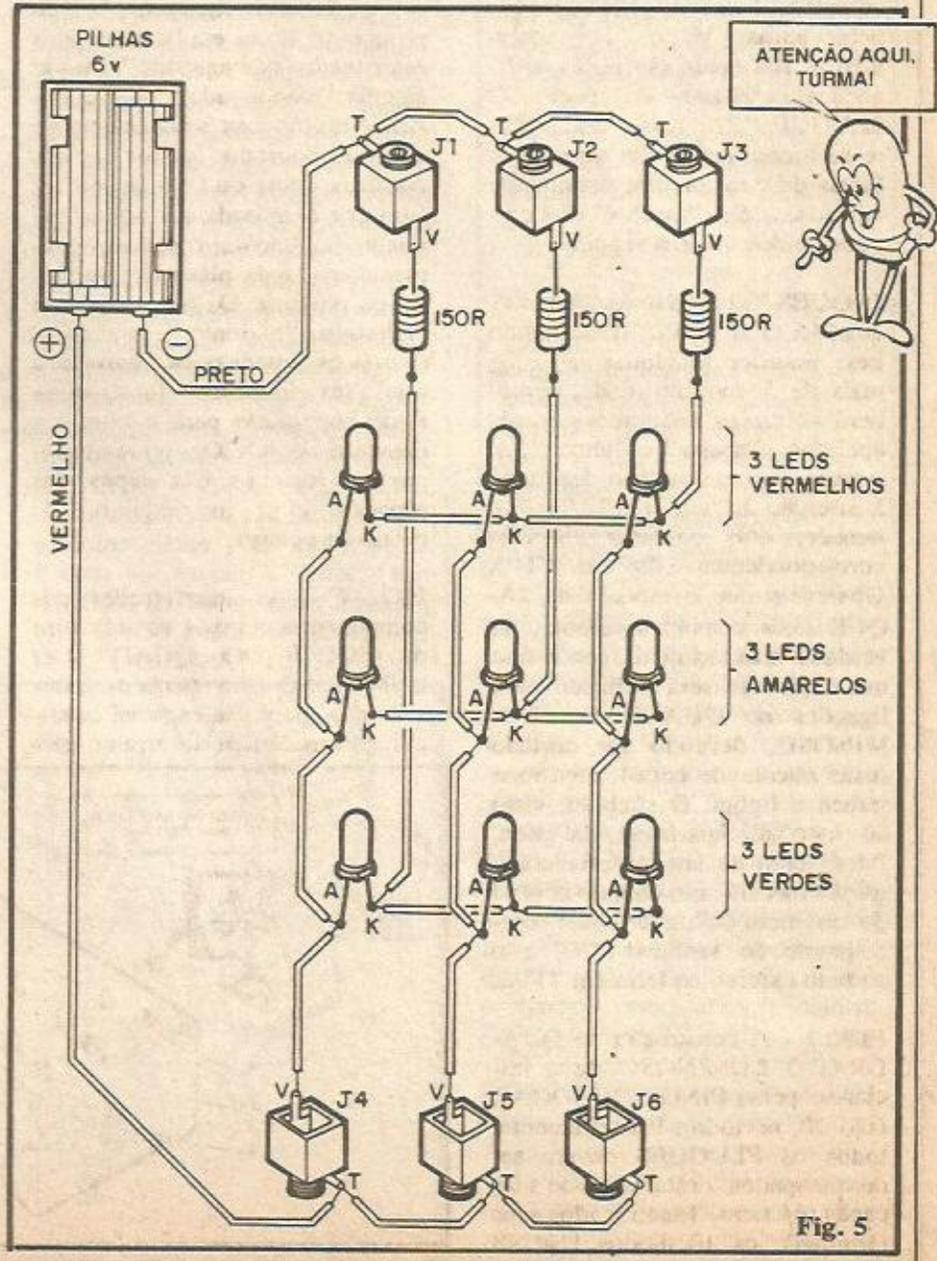

Fig. 5
- FIG. 5 - Diagrama das ligações do circuito, em "vista real" ("chapeado"). Não tem nada de difícil, só "pedindo" certa atenção... Notem que todas as peças estão nas mesmas posições respectivas (LEDs e jaques) mostradas na fig. anterior (4) e assim deve ser interpretada a "coisa" no momento das ligações soldadas. Todas as conexões são diretas, ponto a ponto, feitas com fio isolado fino ("cabinho"), obviamente removendo-se a isolação nas pontas, antes das soldagens. Identificar BEM os terminais de todos os LEDs (em dúvida, consultar a fig. 2) e jaques. Observar também a polaridade de alimentação (pilhas), codificada através das cores (vermelho/preto) dos fios que normalmente saem do suporte. Atenção às ligações dos 3 resistores e à disposição (com relação às CORES) das 3 filas de LEDs. CUIDADO para que não resultem "curtos" ou contatos indevidos (por exemplo: entre as duas "pernas" de um mesmo LED...). NÃO COLOCAR as pilhas no suporte, sem antes conferir tudo, tantas vezes quantas necessárias para se ter a certeza de que não há erros. Notar ainda que, embora na figura alguns dos fios sejam vistos em tamanhos consideráveis (isso foi feito apenas para facilitar a localização e visualização individual